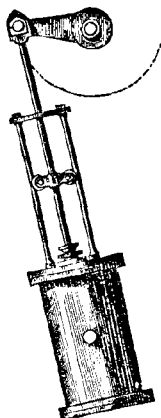

Fig. 97.
1. En 1815, le mécanicien anglais Manby réussit un des premiers à résoudre le problème d'une manière fort simple. Dans les machines de son système (*fig. 97*), le cylindre est soutenu, sur deux colonnes, par deux tourillons autour desquels il oscille en s'inclinant tantôt à droite, tantôt à gauche. La tige du piston est articulée directement avec la manivelle de l'arbre moteur, et, pour que le cylindre qu'elle entraîne, puisse avoir toujours une position convenable, elle est guidée par des galets qui roulent entre deux tiges fixées au couvercle de ce dernier. La vapeur arrive par l'un des tourillons, qui est creux, et s'échappe par l'intérieur de l'autre. Enfin, le tiroir de distribution fait corps avec le cylindre. Les machines qui présentent ces dispositions sont connues sous le nom de **machines oscillantes** ou à **cylindre oscillant**. Elles se recommandent surtout par leur peu de volume, ce qui les rend d'un emploi commode dans les